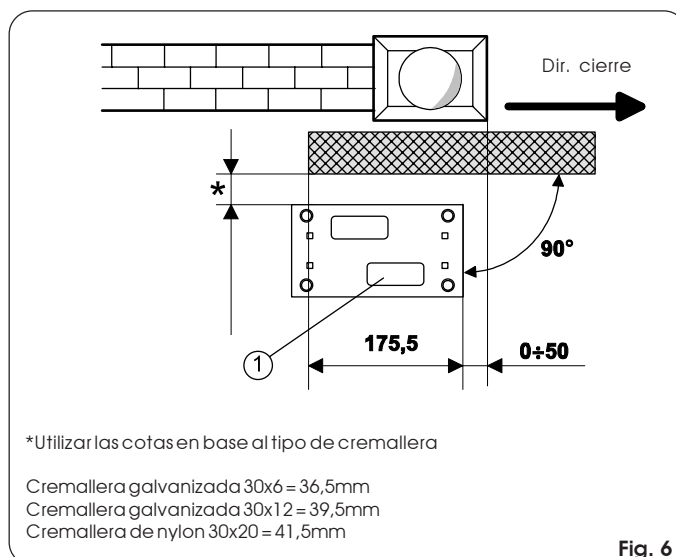
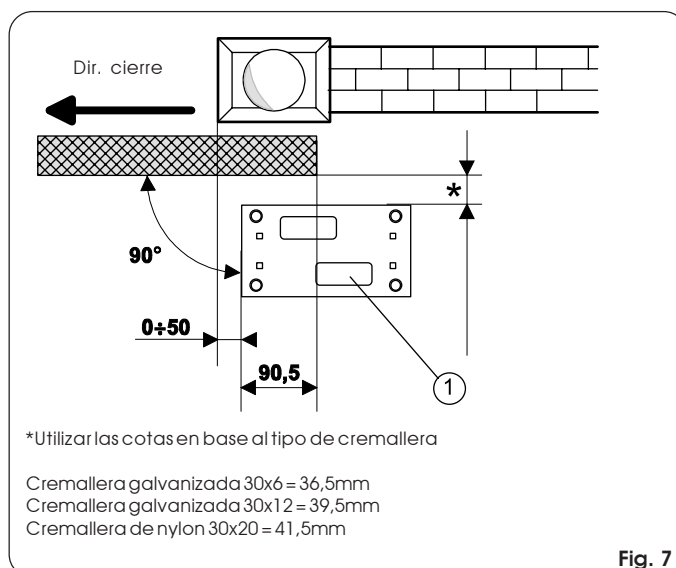

Fig. 6
Fig. 7
- 1) La placa de cimentación debe posicionarse como se muestra en la Fig. 6 (cierre derecho) o Fig. 7 (cierre izquierdo) para garantizar el correcto engrane entre el piñón y la cremallera.